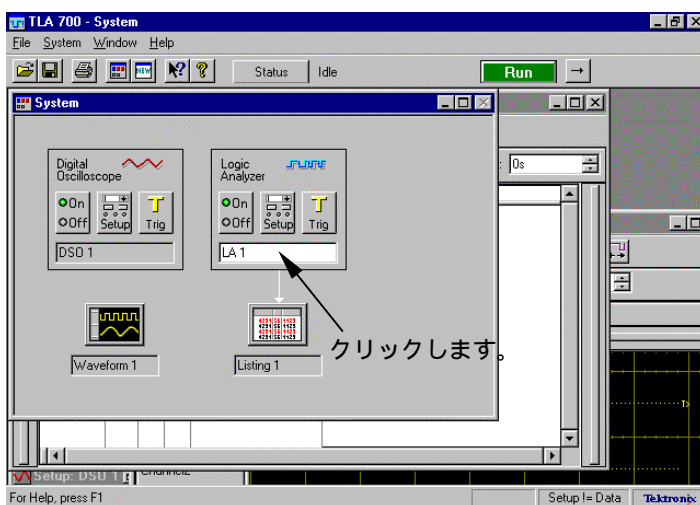

図 1-2 : PSC-7011 サポート・ソフトウェアを読み込ませる LA モジュールの選択
- b. 図 1-2 のように PSC-7011 サポート・ソフトウェアを読み込ませる LA モジュールを選択します。